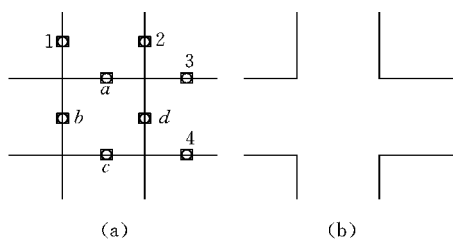

图 3.23 使用“修剪”命令示例
如图 3.23 所示,使用修剪命令,将图(a)变成图(b)。
(1) 此命令选择对象的方法有多种,哪种提高绘图效率,操作者要学会总结。如图 3.23 所示,若使用“栏选(F)”绘图效率会更高,不妨试试。
(2) 有时按操作规则操作,并未剪去图线。原因是被修剪的图线本身就是单独的对象,只要删除它即可。